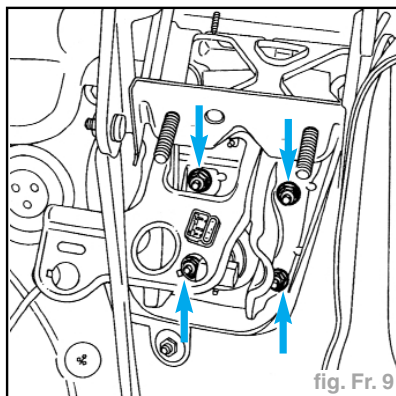

fig. Fr. 9
- Dévisser les écrous de fixation du servofrein (fig. Fr. 9).